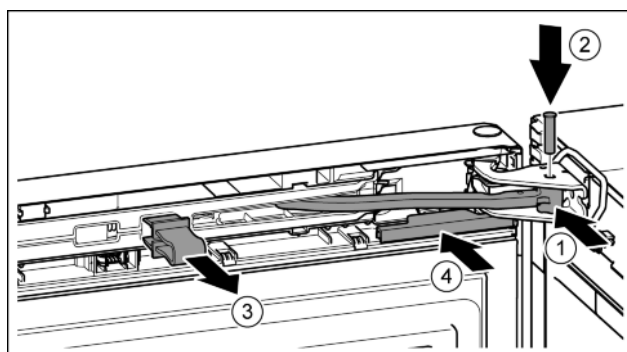

Fig. 49
- Okrenite zglob u podlošku ležaja. Fig. 49 (1)
- Umetnite svornjake u podložak ležaja i zglob. Pritom pazite da ispušćenje za blokiranje ispravno dosjedne u utor. Fig. 49 (2)
- Skinite osigurač. Fig. 49 (3)
- Natakните pokrov. Fig. 49 (4)